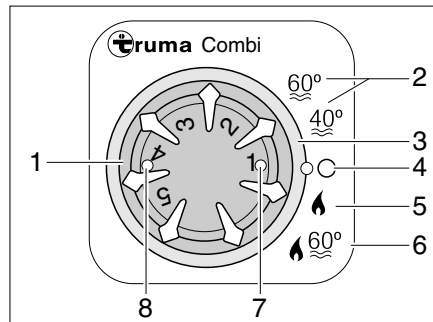

Bild 113 Bedieneinheit für Heizung/Boiler
*Betriebsart wählen:* ■ Betriebsart mit dem Drehschalter (Bild 113,3) einstellen.
**Winterbetrieb** Die Heizung wählt nach eingestellter Heizstufe selbstständig die benötigte Brennerstufe. Bei Betriebsart "Heizung und Boiler" (Bild 113,6) wird auch das Wasser im Boiler erhitzt. Die Heizung kann in der Betriebsart "Heizung ohne Boiler" (Bild 113,5) mit leerem Boiler betrieben werden.
- Temperatordrehknopf (Bild 113,1) an der Bedieneinheit auf gewünschte Heizstufe stellen.
- Drehschalter (Bild 113,3) auf Winterbetrieb "Heizung ohne Boiler" (Bild 113,5) oder auf Winterbetrieb "Heizung und Boiler" (Bild 113,6) stellen.
Grüne Kontroll-Leuchte (Bild 113,7) leuchtet.
- Drehschalter (Bild 113,3) auf "O" (Bild 113,4) stellen.
Die Kombination Gasbetrieb und 230-V-Elektrobetrieb verkürzt die Aufheizzeit (nur möglich, wenn die Heizung an der Bedieneinheit (Bild 113) auf Winterbetrieb gestellt ist).